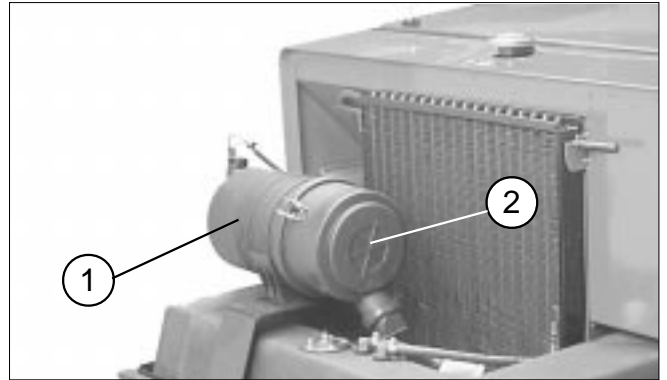

図 29
2. 古いフィルタを取り (図 29)、新しいフィルタに薄くオイルを塗って取り付けます。締めすぎ厳禁。